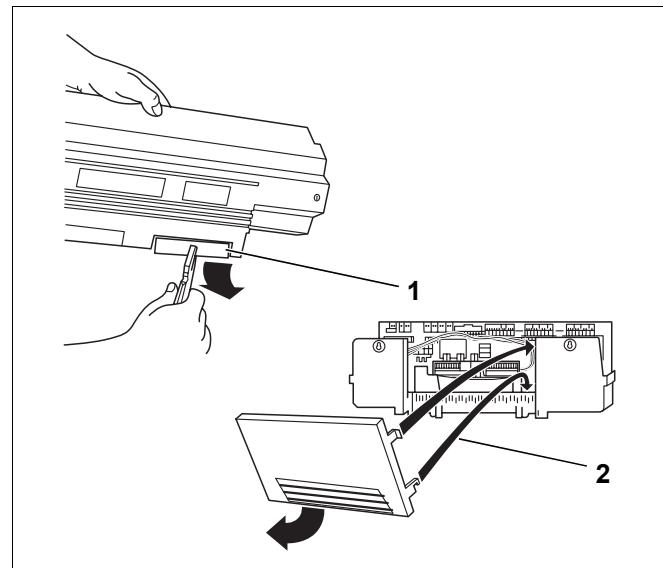

Fig. 61 Preparare il passaggio cavi
- ▶ Rompere i segmenti amovibili (fig. 61, [1]), se necessario, nel pannello posteriore del passaggio cavi (Logamatic 33xx) ev. togliere il lamierino del pannello posteriore (Logamatic 43xx) (fig. 61, [2]).
- ▶ Agganciare l'elemento di pannello posteriore (Logamatic 43xx) nel listello di cablaggio con il gancio inferiore e premere nella parte superiore finché i ganci laterali non sono scattati in posizione (fig. 61, [2]).